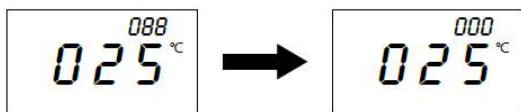

Рисунок 4-1
После измерения температуры нажмите кнопку «SEND» («ОТПРАВИТЬ»), чтобы отправить данные. На дисплее будет отображаться символ ИК (IR), как показано на рис. 4-1 (поддерживается паяльная станция ST-3150).